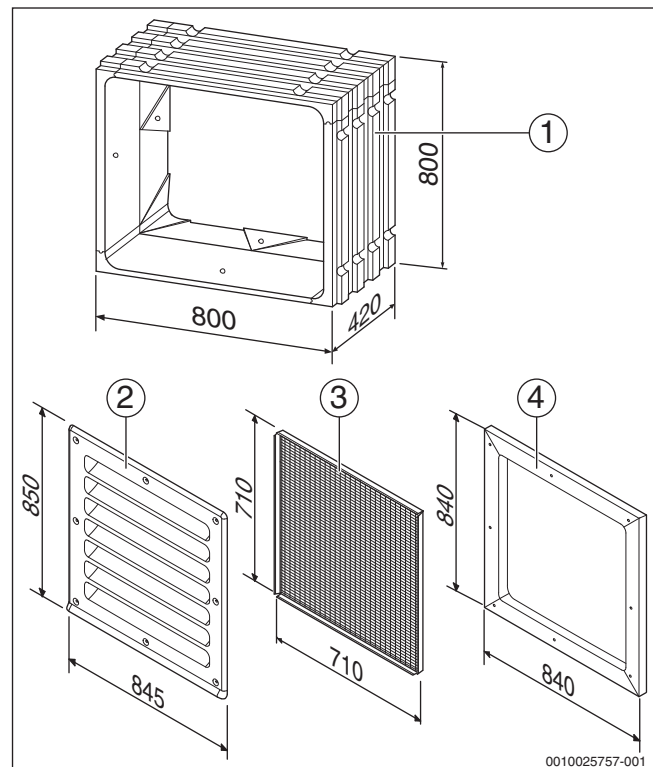

Bild 12 Wanddurchführung und Zubehör
**Wanddurchführung, Regen- und Wetterschutzgitter (→ Bild 12)**